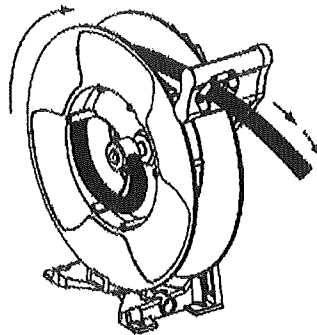

Fig.15
- Pull the hose out and let the hose reel latch (fig. 15).
- Tire de la manguera hasta que quede trincarla en el enrollador (fig. 15).
- Tirer le tuyau jusqu'au verrouillage du cliquet (fig. 15).